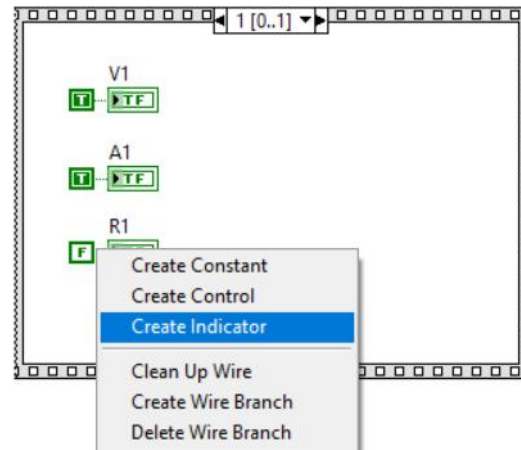

Fig. 5 "Create Indicator"
- Agregamos los indicadores que aparecerán en el Front Panel (LEDs), 3 para cada semáforo. Clic derecho en la parte derecha del True Constant/Create indicator. Cambiamos los nombres a V1, A1, R1, V2, A2 y R2. (Fig. 5)